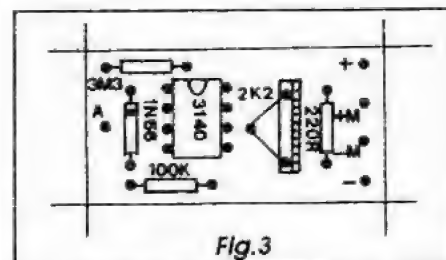

Fig.3
- FIG. 3 - CHAPEADO DA MONTAGEM - O lado não cobreado da placa também é simples, com a colocação dos poucos componentes claramente estilizada na figura, nos moldes e padrões gráficos adotados por APE desde a fundação da Revista... Os componentes estão diagramados pelas suas aparências e/ou símbolos, incluindo dados essenciais como: valores, polaridades, códigos, etc. Não há o que errar...! É só prestar atenção, realizando a inserção e a soldagem passo-a-passo, sem pressa... Dois dos componentes são *polarizados* (o integrado e o diodo), devendo o caro leitor/hobbysta notar que o CA3140 e o 1N66 (ou diodo equivalente...) devem, ambos, serem posicionados com as respectivas extremidades marcadas voltadas para o lugar ocupado pelo resistor de 3M3... Quanto aos resistores, cuidado para não trocar seus locais de acomodação, em função dos respectivos valores... quem ainda (*aiiinda...*?) tiver dúvidas, deve recorrer ao **TABELÃO APE**, buscando lá o *socorro* para a correta interpretação do **CÓDIGO DE CORES** que permite a leitura dos valores dos ditos componentes... No mais, a inserção e soldagem não apresenta o menor problema... Ainda assim, uma conferência final deve ser feita nessa fase, verificando-se valores, códigos e posições das peças, bem como o estado dos pontos de solda (isto pela face cobreada do impresso...). O leitor/hobbysta/iniciante notará que existem alguns pontos perifé-